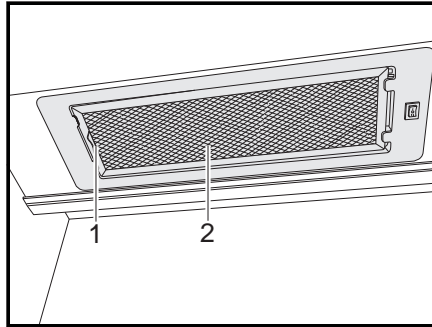

Fig. 153 Hotte aspirante
- Pousser le levier (Fig. 153,1) vers l'intérieur.
- Retirer le filtre (Fig. 153,2) vers le bas.